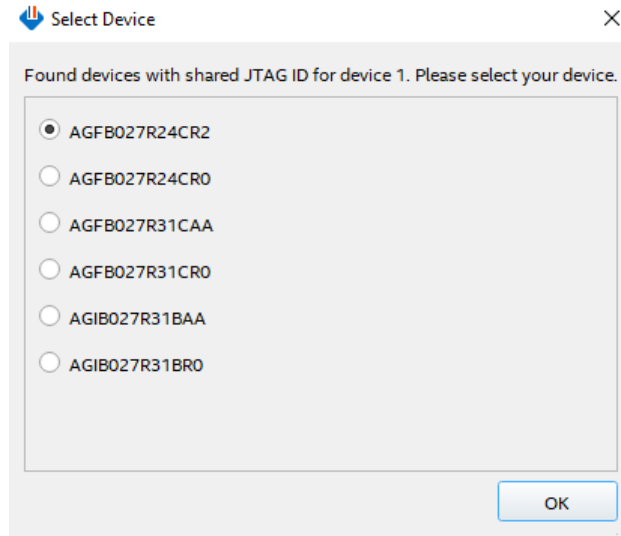

图 4-9. 器件选择
15. 点击“Auto Detect”后，将出现一个窗口；选择“AGFB027R24CR2”选项并点击“OK”。图 4-9 显示了选择器件时的典型视图。